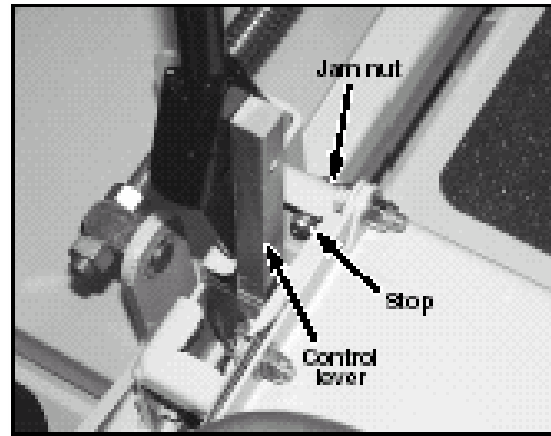
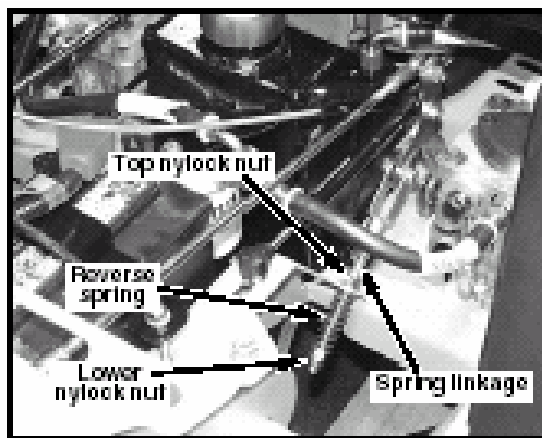

Figure 5-3
Figure 5-4
8. Après le réglage du point mort, il peut être nécessaire de rectifier le réglage de l'amortisseur de direction et/ou de la butée des leviers de commande. Fig. 5-3 ou Fig. 5-4
Les butées d'arrêt du levier de commande (Fig. 5-3) ont deux fonctions. Tout d'abord, et c'est la chose la plus importante, elles doivent empêcher de forcer sur les axes de pompe. Elles doivent également être réglées pour permettre d'avancer en ligne droite lorsque les leviers de commande sont poussés vers l'avant contre les butées.
Les ressorts de rappel de marche arrière utilisent un ressort (Fig. 5-4) pour ramener les leviers de commande de la position de marche arrière au point mort..
3. Réglez l'écrou nyloc supérieur (Fig. 5-4) sur la timonerie de direction jusqu'à ce que le levier de commande revienne de la position marche arrière en une position neutre correcte. Si on serre l'écrou nyloc, le levier de commande se trouve arrêté dans sa course vers l'avant, avant l'arrêt de la machine. En desserrant l'écrou nyloc, le levier de commande peut continuer sa course vers l'avant.
4. Vérifiez la longueur du ressort de rappel de marche arrière lorsque le levier de commande est au point mort. Cette dimension doit être de 48 mm. Sinon, réglez l'écrou nyloc inférieur (Fig. 5-4) jusqu'à obtention de la bonne dimension.